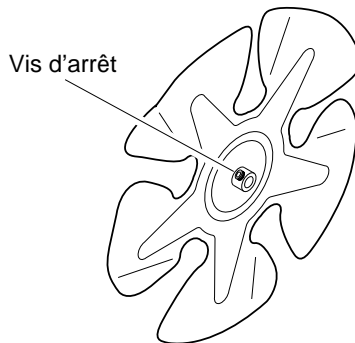

Figure 11 - Position de la vis d'arrêt
3. À l'aide d'une clé hexagonale, desserrer la vis d'arrêt qui maintient le ventilateur sur l'arbre du moteur (voir la Figure 11). Retirer le ventilateur. Veiller à ne pas fausser le pas des pales du ventilateur.